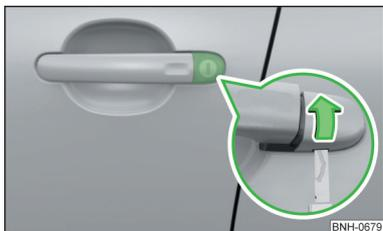

Fig. 251
- Introducir la llave en el rebaje en la parte inferior de la tapa y abrir la tapa en el sentido de la flecha » fig. 251.